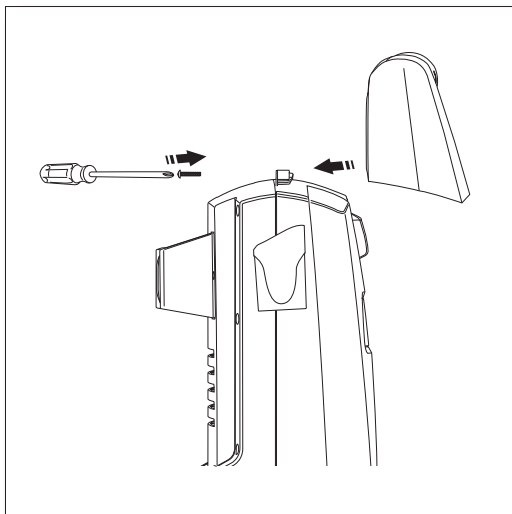

Fig. 1
- Installez la poignée à la POWER PLAY POWER WASHER (**Fig. 1**). Insérez les vis dans les trous prévus sur la POWER PLAY POWER WASHER et la poignée, vissez-les ensemble. N'utilisez pas de tournevis à moteur. Lorsque la vis est complètement serrée, continuer à tourner légèrement. Ne pas trop serrer.